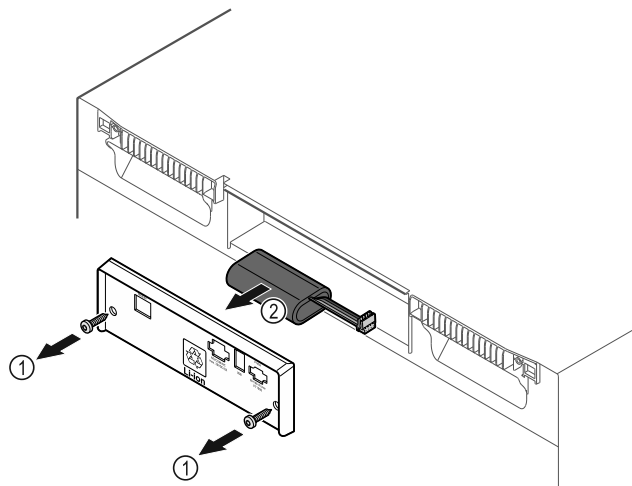

Fig. 184
- Dévisser les vis et retirer le couvercle situé à l'arrière de l'appareil Fig. 184 (1).
- Débrancher et retirer la batterie Fig. 184 (2).